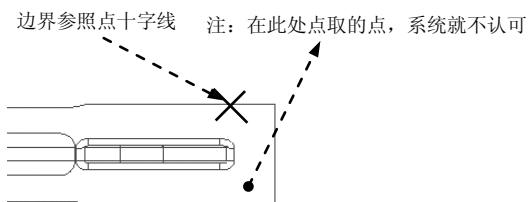

图 10.4.29 边界中心点
(1) 此时系统提示, 在投影视图的边线上选择一点（如图 10.4.29 所示。注意：如果不在模型的边线上选择点, 系统则不认可），此时在拾取的点附近出现一个十字线。